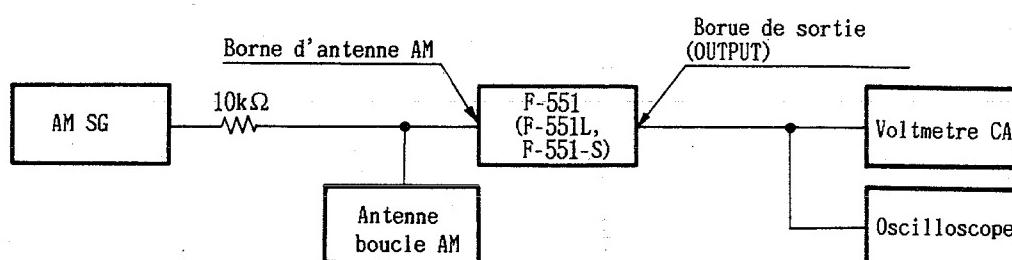

Fig.2-2. Diagramme de raccordement de réglage AM
- Faire les raccordements comme indiqué en Fig.2-2.
- Enfoncer la touche AM (LW) pour régler en mode AM (LW).